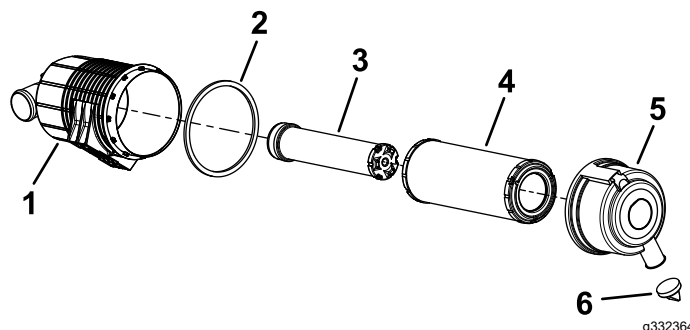

**Figura 40**
5. Revise el filtro del limpiador de aire y el elemento de seguridad si aparece un aviso (Figura 40).